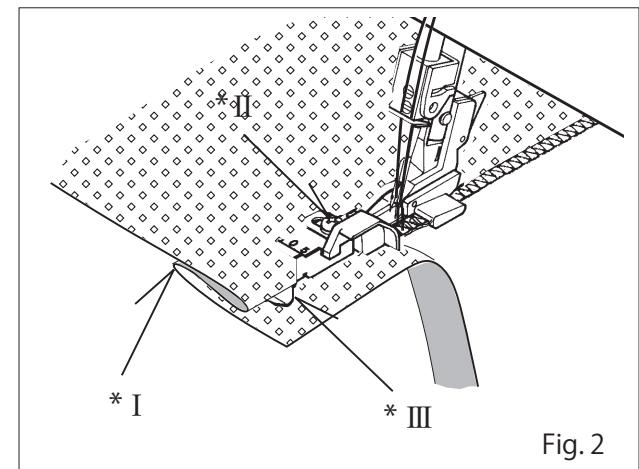
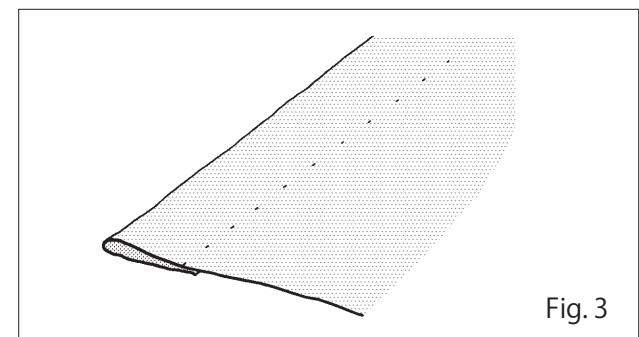

Fig. 2
Fig. 3
2. Place fabric under the presser foot with the §wrong§ side up. Feed the folded edge through the guide in the front of the foot and lower the presser foot lever. Try a stitch (or several stitches) on a spare piece of the actual fabric, and adjust the guide so that the needle just catches the fold. Adjust the guide by means of the small screw on the top of the foot – see Fig. 2.
3. When correctly set, sew the hem. The outside edge will be cut away by the machine – see also Fig. 2. After completion, open out and press again. The stitches should be almost invisible on the §right§ of the fabric – see Fig. 3.
Le guide se règle par une petite vis placée sur le dessus du pied presseur (voir Fig. 2).
3. Quand tout est bien réglé, coudre l'ourlet à vitesse stable et modérée. La partie extérieure sera coupée par la machine – voir aussi Fig. 2. L'ourlet terminé, ouvrir le tissu et le repasser encore.
Les points doivent être pratiquement invisibles du côté endroit du tissu (voir Fig. 3).
Si es necesario ajustar la guía mediante el tornillo mostrado en la Fig. 2.
Cuando esté correctamente fijado, coser el pliegue, el borde exterior será cortado por la máquina (ver también la Fig. B). Después de coserlo, abrirlo, las puntadas serían prácticamente invisibles en el lado *¡derecho o anverso!* del material (Fig. 3).